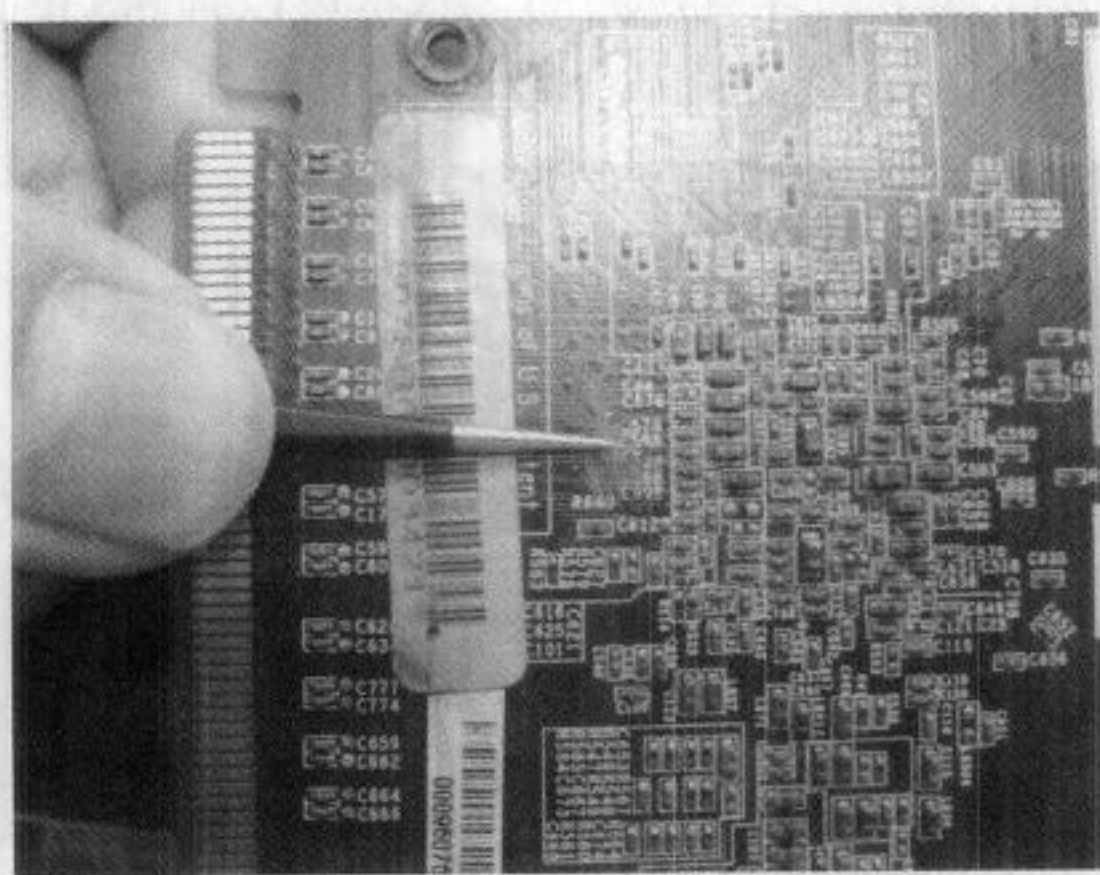
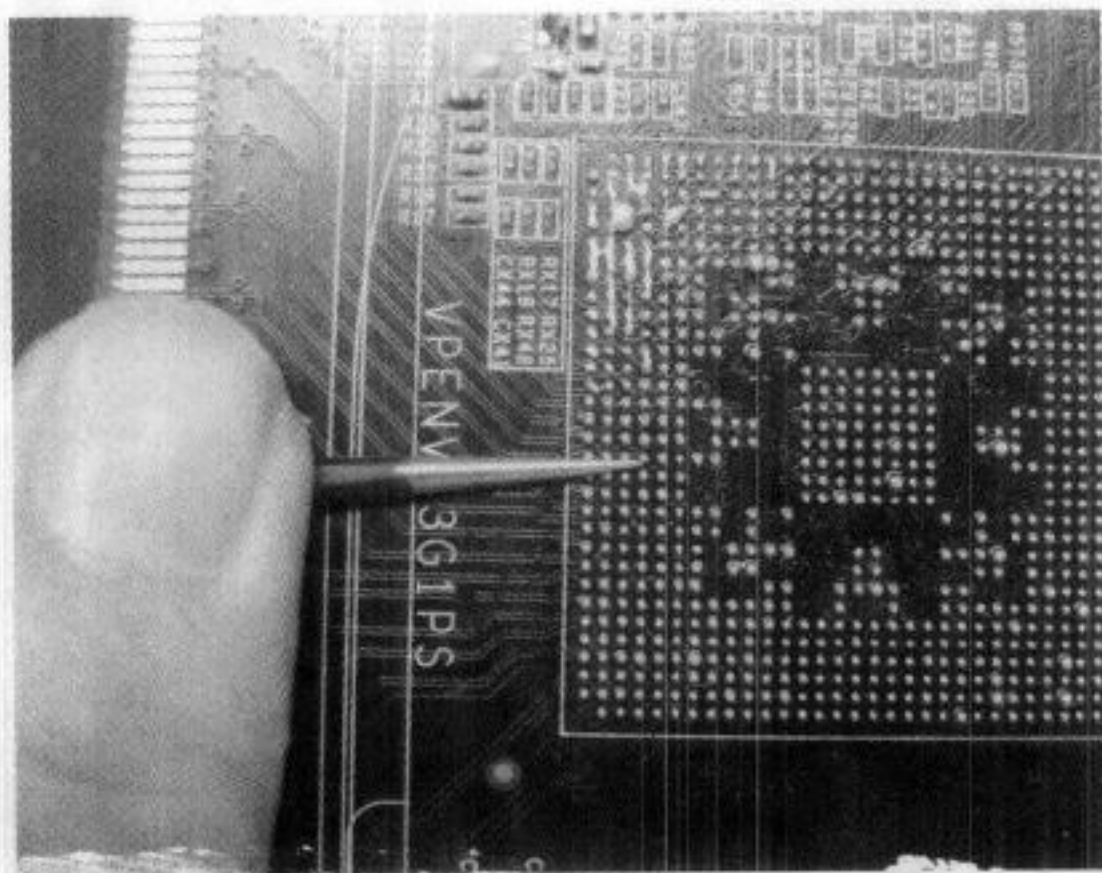

图 5-19 镊子跑线法①
图 5-20 镊子跑线法②
(6) 使用镊子，找出这个过孔在对面的相应点位，如图 5-19 和图 5-20 所示。